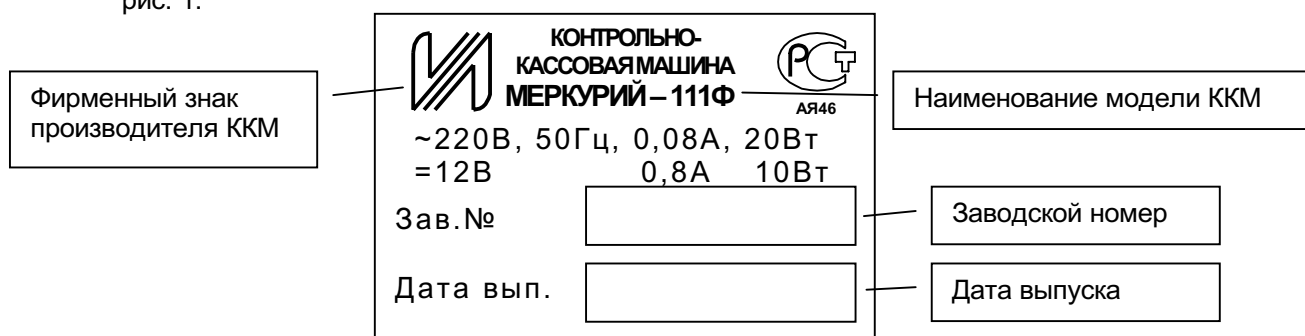

Рис. 1.
- 4.1.3.4. Проверить наличие фирменного знака производителя ККМ. Образец шильдика приведён на рис. 1.
- для строки «Фирменный знак производителя ККМ» в случае его наличия и соответствия его знаку, приведённому на рис. 1, поставить «+», отсутствия – «-», в остальных случаях - сделать запись «не соответствует» и в графе «Примечания» дополнительно указать обнаруженные отличия.